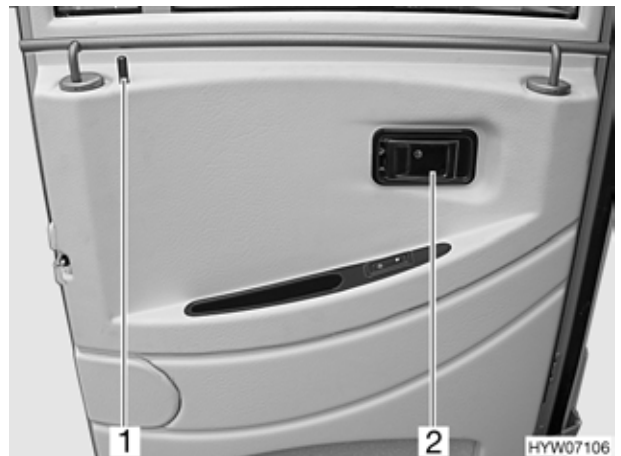

Bild 48 Türschloss Fahrtür, innen
- Am Griff (Bild 48,2) ziehen. Das Türschloss wird entriegelt.
- Sicherungsknopf (Bild 48,1) nach unten drücken.